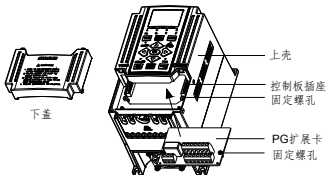

图 2 PG 扩展卡安装示意图
- ① 取下下盖，将扩展卡按如图 2 方向，以一定倾斜角度放置至箭头指定位置。
- ② 使扩展卡端子对准控制板插座，下按直至与控制板插座接触良好；
- ③ 确认扩展卡两侧的螺孔对齐后，锁紧两个 M3 螺钉。